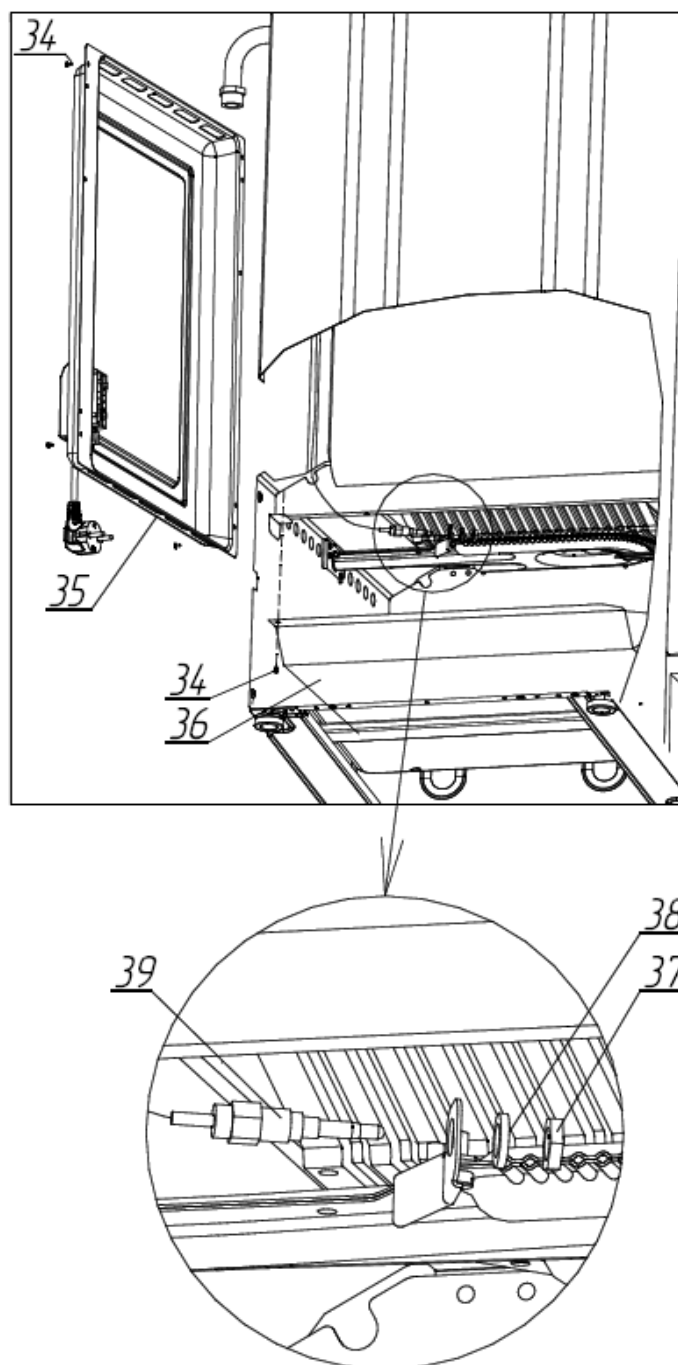
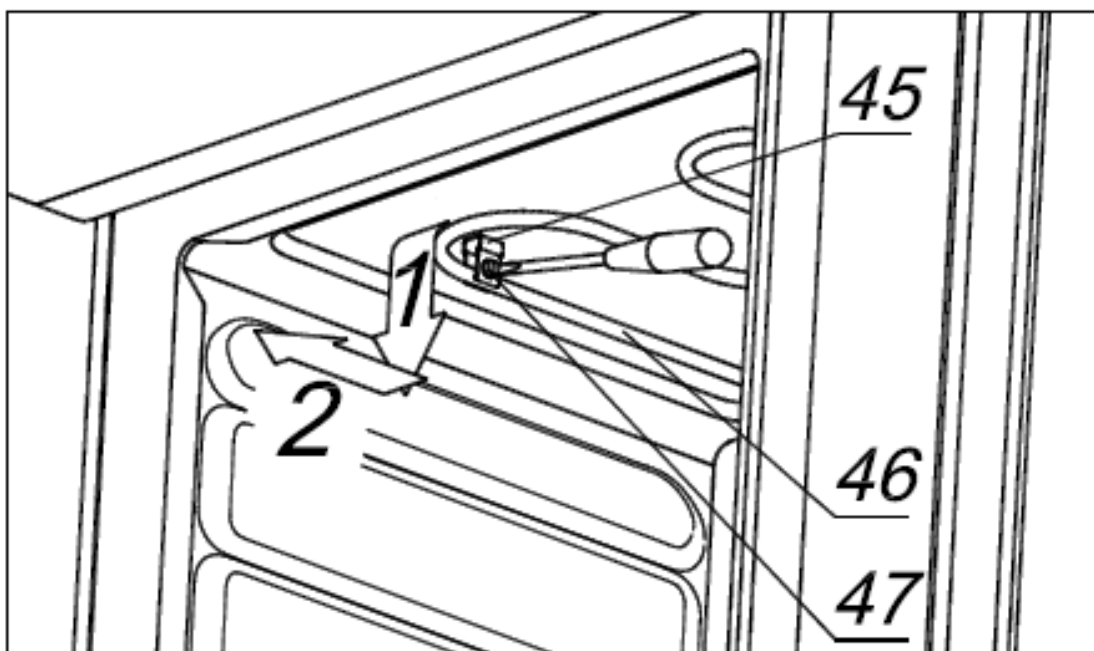

Рисунок 11 - Демонтаж датчика контроля пламени духовки
Рисунок 19 – Демонтаж гриль-ТЭНа
снять кожух задний (см. рис. 11);
- обеспечить доступ к задней части плиты, сняв кожух задний (рис. 11);
- отсоединить заземляющий провод со втычным контактом от наконечника скобы заземления (44);
- отвинтить винты (43) и отсоединить от выводов гриль-ТЭНа электрические провода согласно рисунку 18;
- отвинтить винты (50), крепящие скобы заземления (51 и 52) и снять скобы;
- с помощью отвёртки выкрутить винты (47) – 4 шт., удерживающие гриль-ТЭН (46) в зажимах (45) (рис.19);